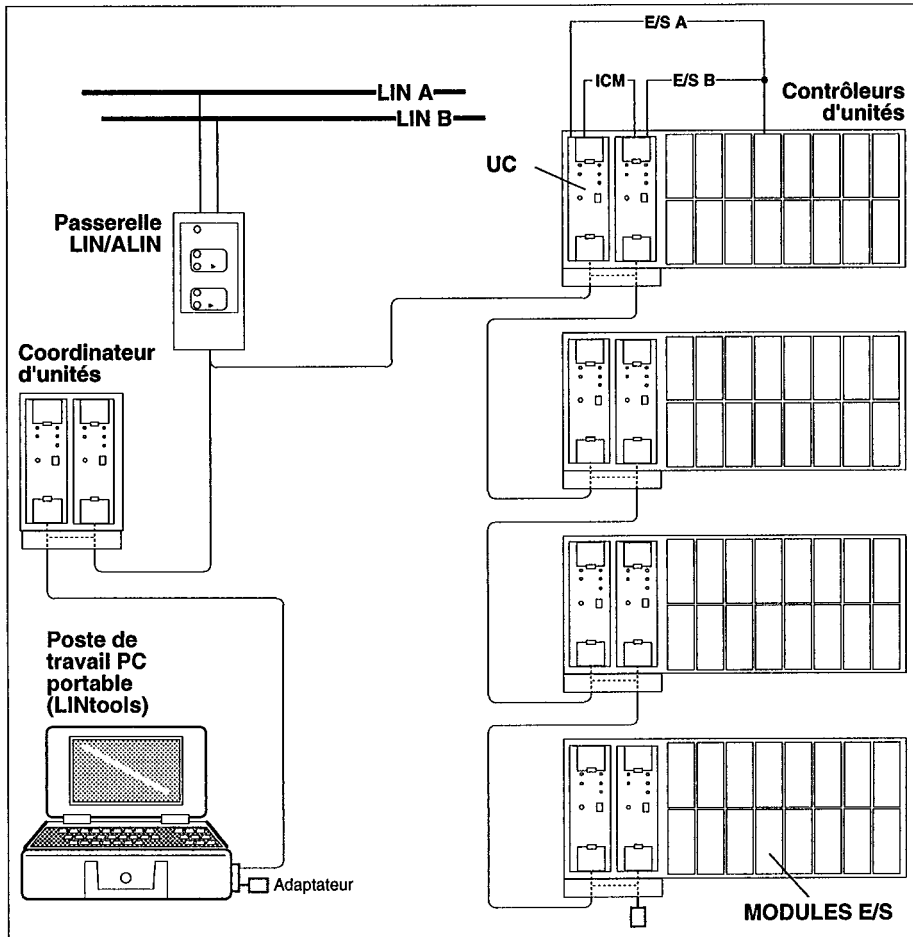
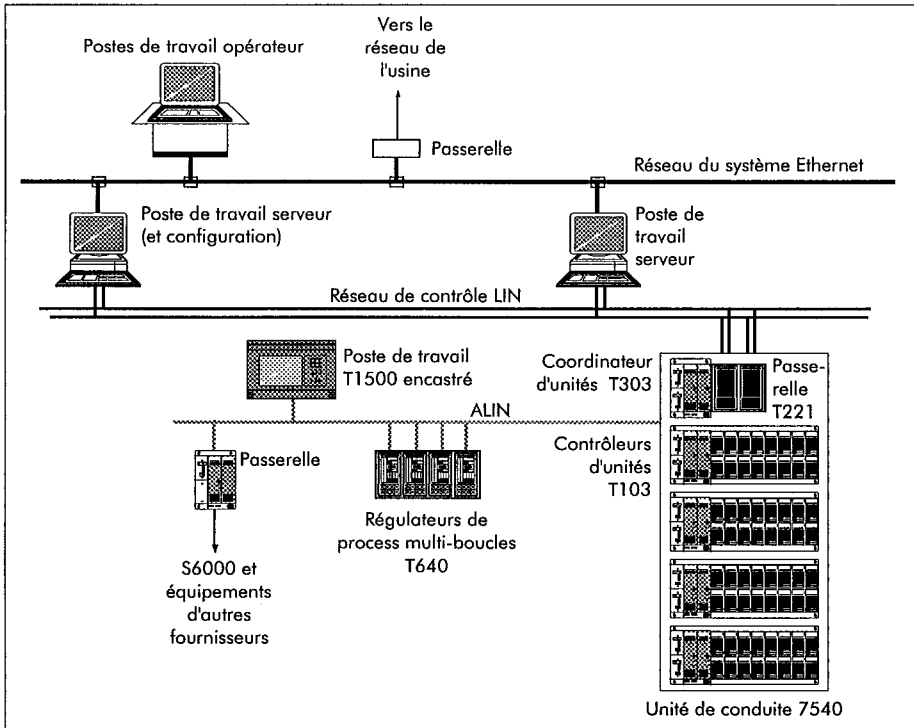

Figure 1-2 Architecture de communication du système — exemple
Figure 1-4 Schéma de principe d'un réseau de contrôle étendu
- **ALIN.** Réseau de contrôle ALIN à tolérance de pannes, qui permet par l'intermédiaire d'une configuration en guirlande (ou par un 'concentrateur' ALIN central) de communiquer avec d'autres contrôleurs/coordonateurs d'unités, des T640, et avec le réseau étendu, en utilisant des passerelles ALIN/LIN T221 — voir figure 1-2. Au niveau supérieur, le réseau de contrôle principal LIN assure la communication d'égal à égal, l'accès aux postes de travail des opérateurs et aux systèmes de supervision (figure 1-4).